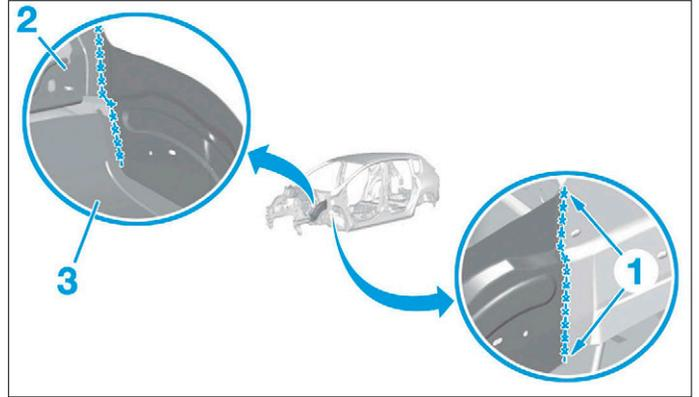

FIG. 28
- Tracer en (1) puis découper (Fig.28).